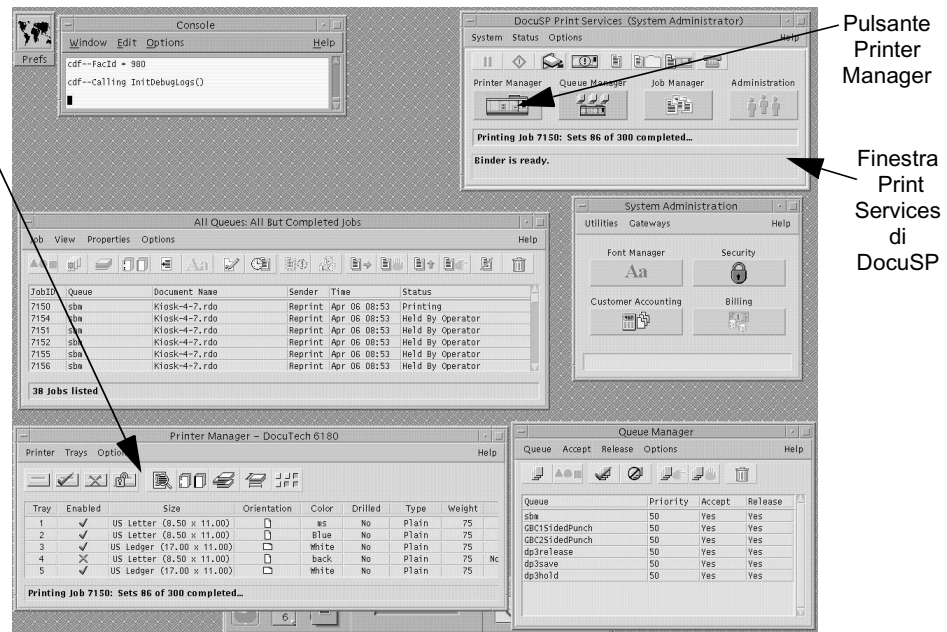

Figura 1-4: La schermata del monitor 61XX e la finestra Printer Manager
- 1 Nella schermata del monitor 61XX accedere alla finestra **Printer Manager** (Gestione stampante), mostrata già aperta nella Figura 1-4. Se la finestra non è aperta, andare alla finestra Print Services di DocuSP e fare clic sul pulsante Printer Manager.